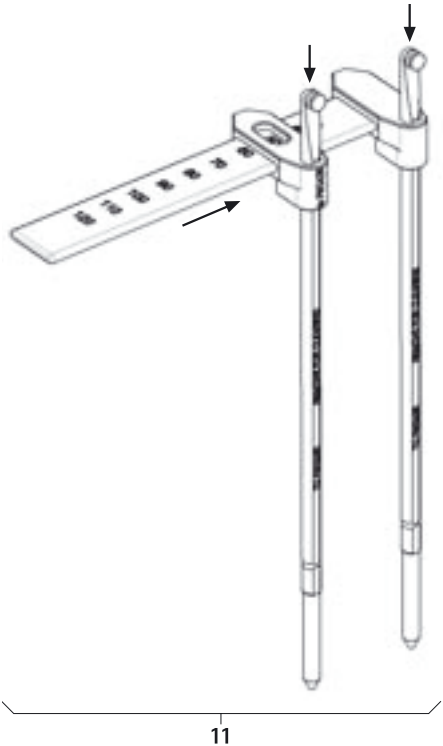

Abb. 17
- Stablängen-Messinstrument **11** montieren, siehe Abb. 17.